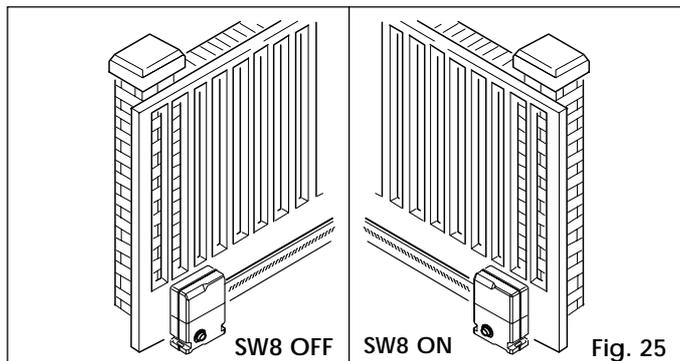

Fig. 25
- 2) Positionner l'interrupteur de programmation **SW8** en fonction du sens de fermeture du portail (voir Fig.25) (système de transmission par couple pignon-crémaillère).